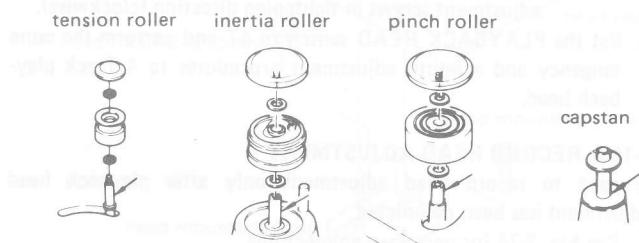

Fig. 2-19
2. テンション・ローラ、ガイド・ローラ、ピンチ・ローラには数滴、キャップスタンには一滴、それぞれ図2-19に矢印で示す個所に注油する。